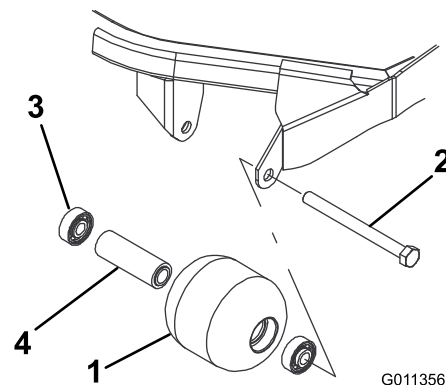

Figura 88
1. Retire el perno de montaje del rodillo (Figura 88).
4. Inspeccione el alojamiento del rodillo, los cojinetes, y el espaciador del cojinete (Figura 88). Sustituya cualquier componente dañado y ensámblelos.
1. Introduzca a presión el primer cojinete en el alojamiento del rodillo (Figura 88). Haga presión solamente sobre el anillo de rodadura exterior, o de forma igual sobre el anillo exterior y el interior.
2. Introduzca el espaciador (Figura 88).
3. Introduzca a presión el segundo cojinete en el alojamiento del rodillo (Figura 88). Presione uniformemente sobre los anillos de rodadura interior y exterior hasta que el anillo interior entre en contacto con el espaciador.